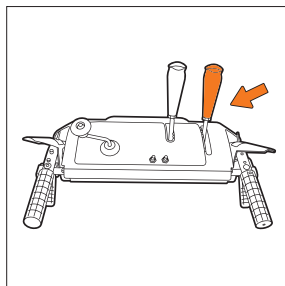

Рис. 5
- Установите рычаг выбора передач на вторую заднюю скорость (Рис. 5).